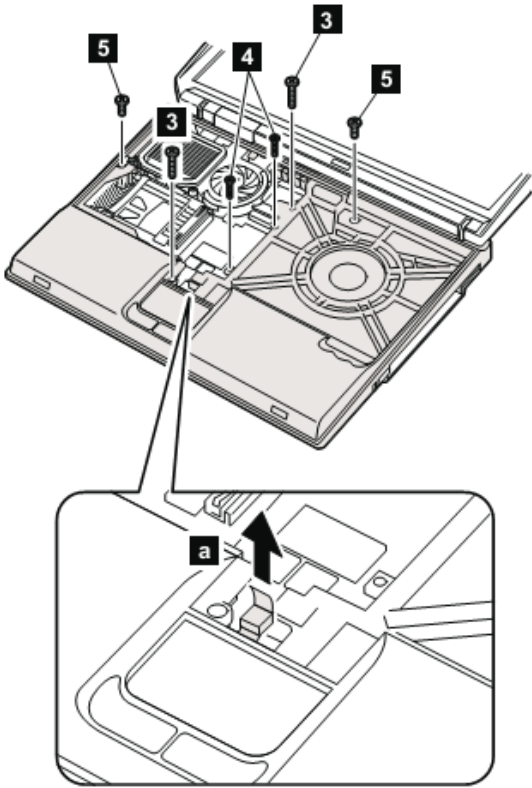

图 6-23 拆卸面板上的螺钉
3) 然后拆卸面板上的螺钉，有些螺钉比较隐蔽，拆卸的时候应特别注意，如图 6-23 所示中的“5”号螺钉。有些面板上有连线，首先要拆除这些连线，IBM T30 面板上的螺钉分布如图 6-23 所示。